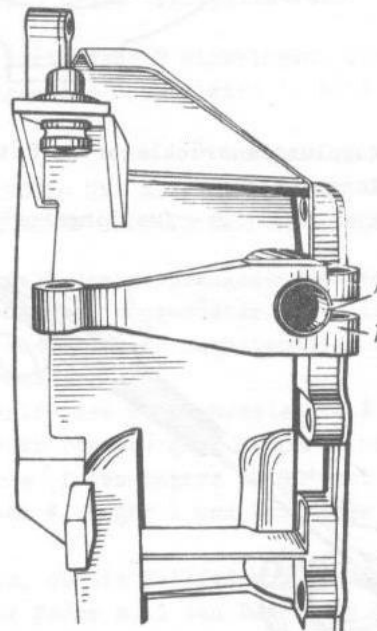

Bild 3-22. Gegenseitige Lage von Kupplungsaustrückwelle und Außenhebel der Kupplungsaustrückwelle:
- Markierzeichen A (Bild 3-22) an Stirnseite der Welle in Übereinstimmung mit der Mitte des Schlitzes des Außenhebels 1 bringen;